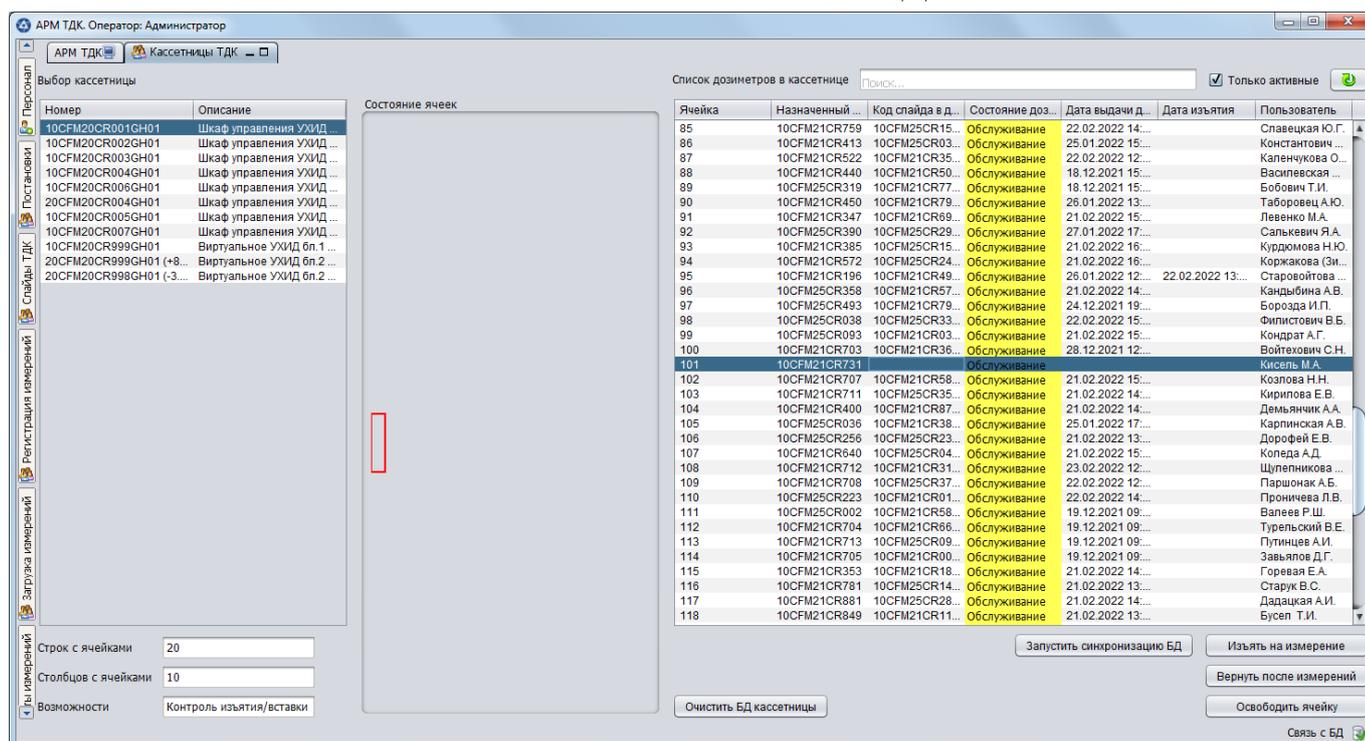

Рисунок 7
3.4.5.1. Панель «Кассетницы ТДК» предназначена для просмотра состояния зарегистрированных в системе кассетниц ТДК. Состав панели «Кассетницы ТДК» приведен на рис. 7.